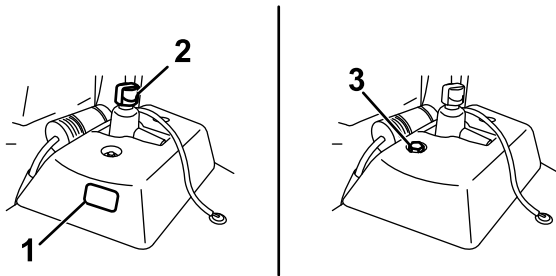

Bild 55
- Wenn der Hilfshydraulikbehälter ein Schauglas hat, prüfen Sie den Stand dort (Bild 55) und gehen Sie auf Schritt 5.
- Wenn der Hilfshydraulikbehälter kein Schauglas hat, ermitteln Sie den Peilstab an der Oberseite der Maschine (Bild 55) und gehen Sie auf Schritt 3.